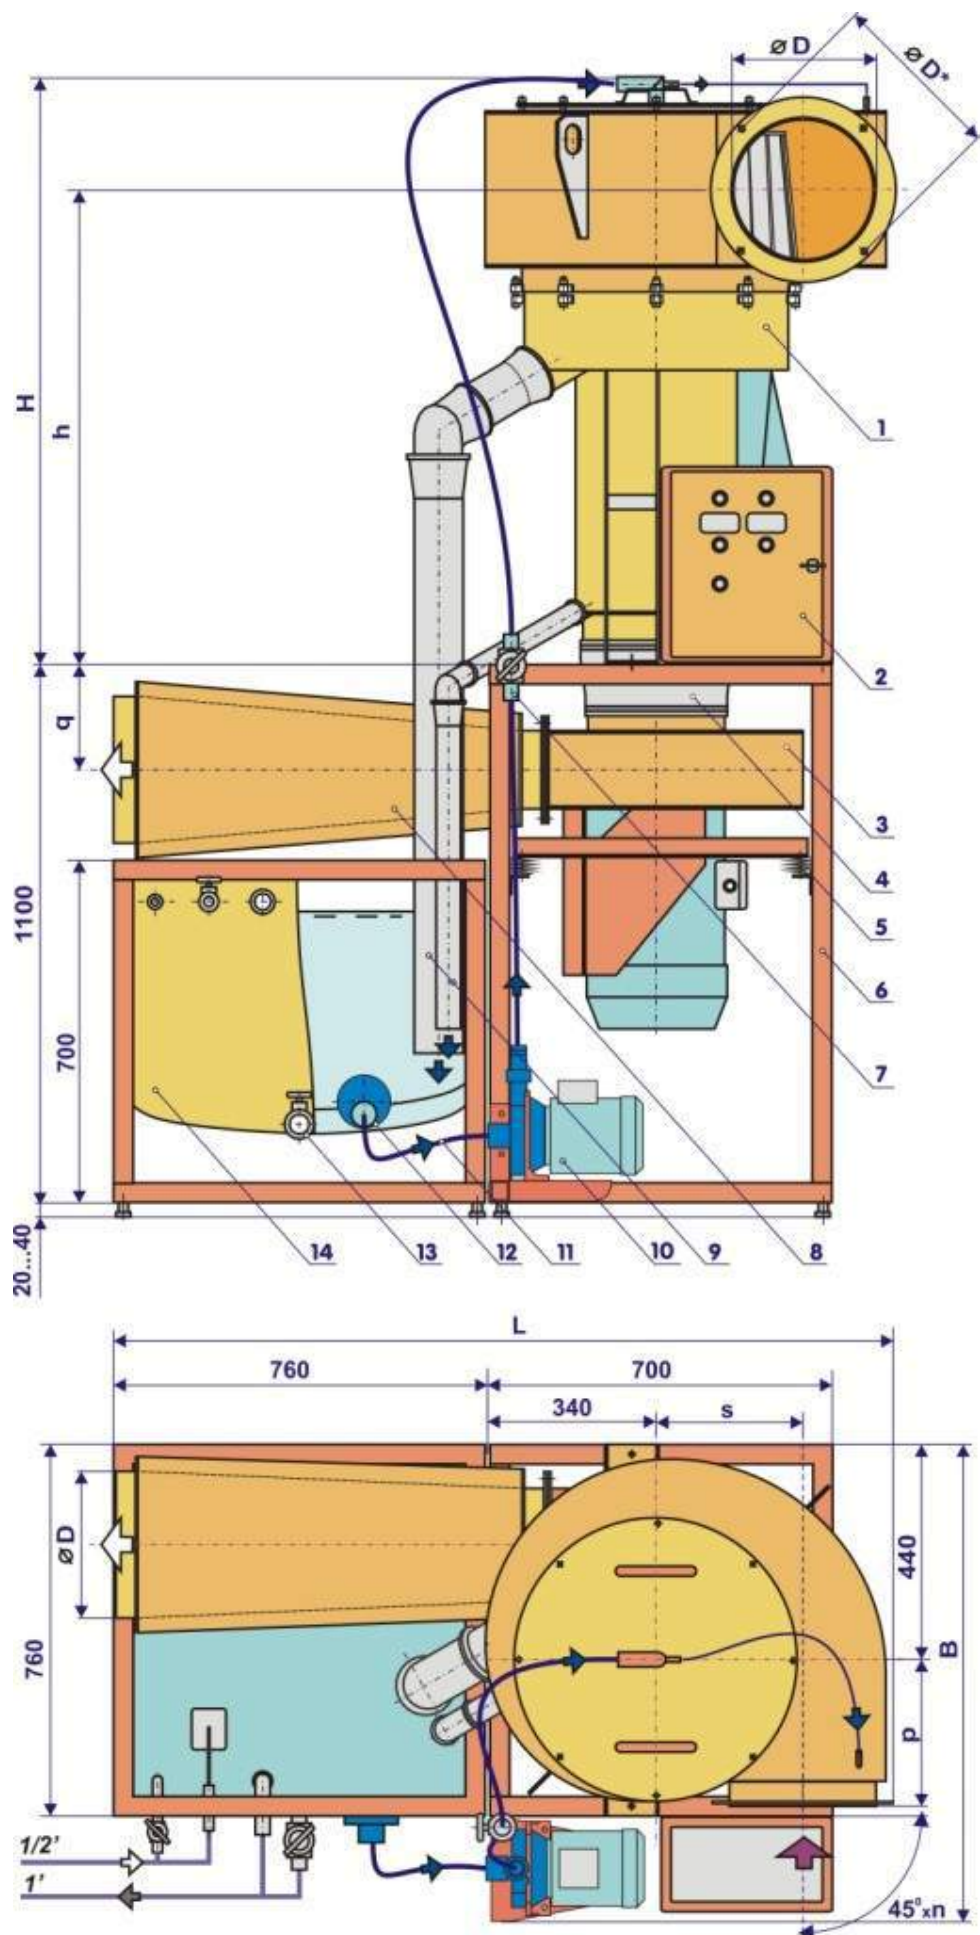
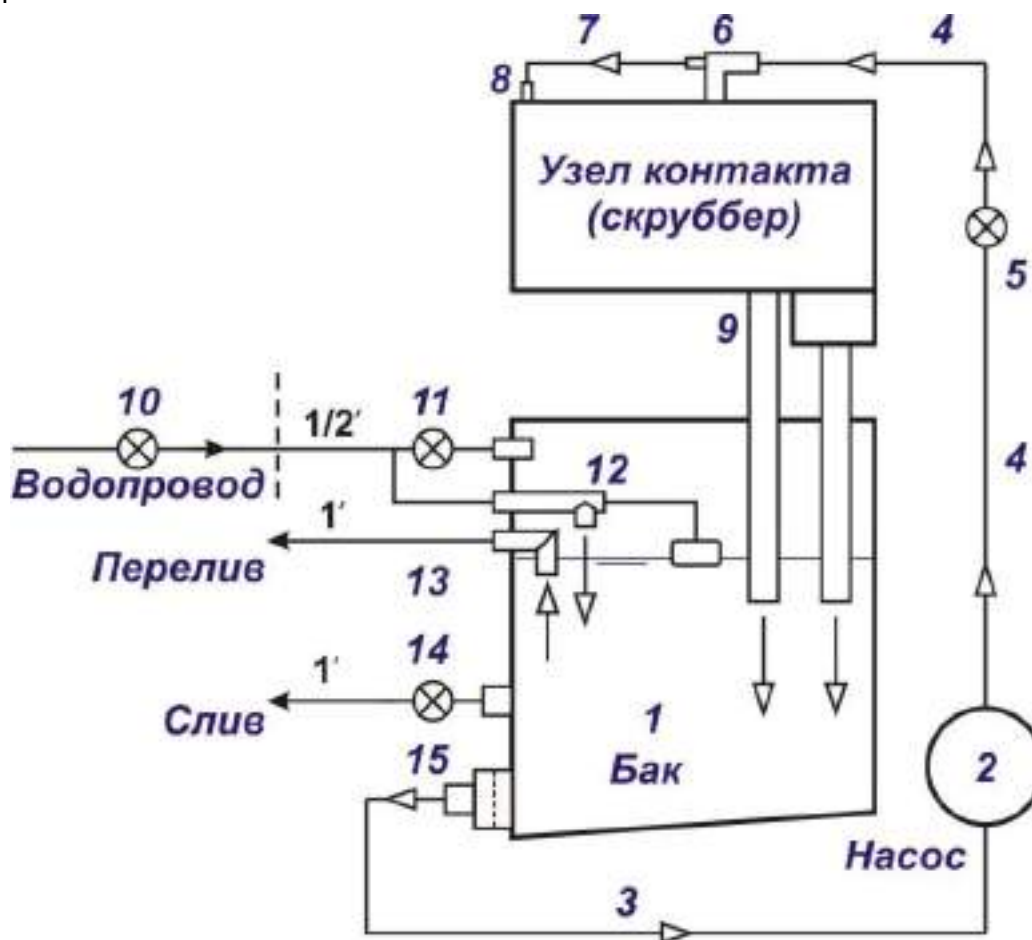
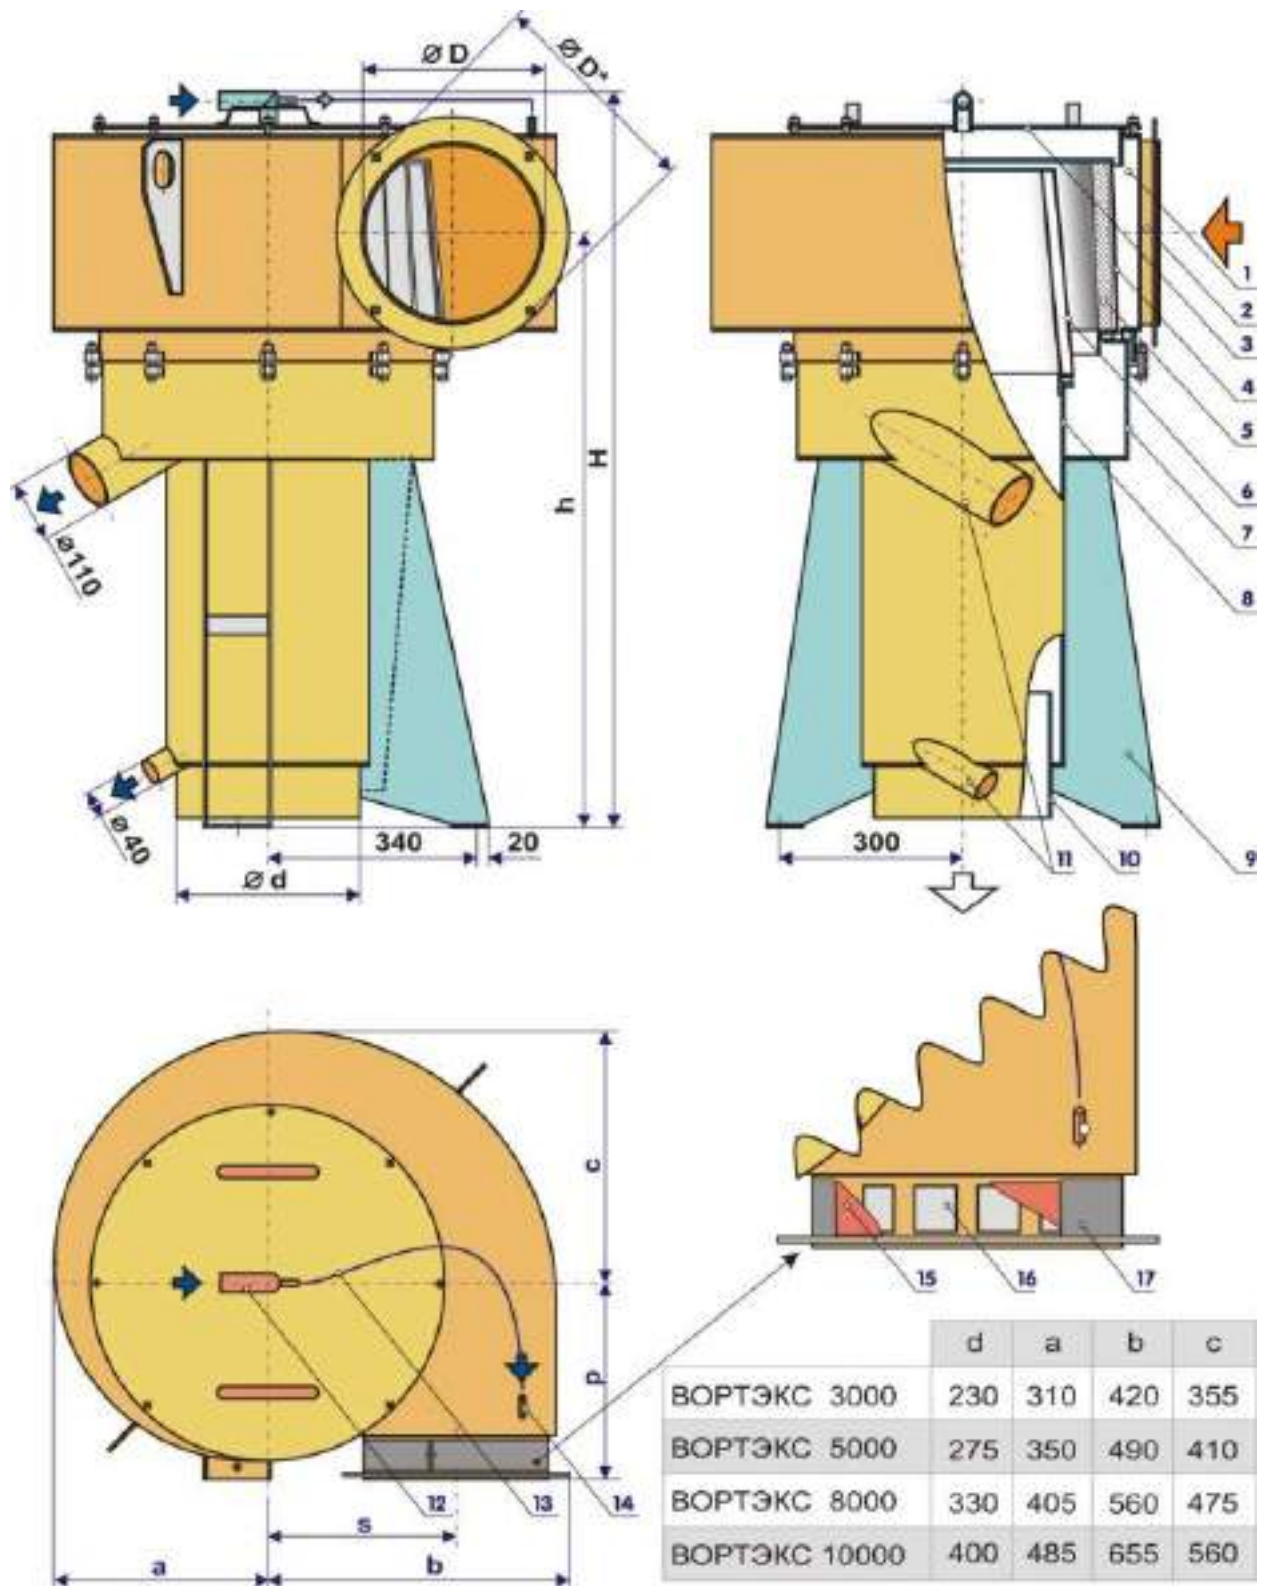
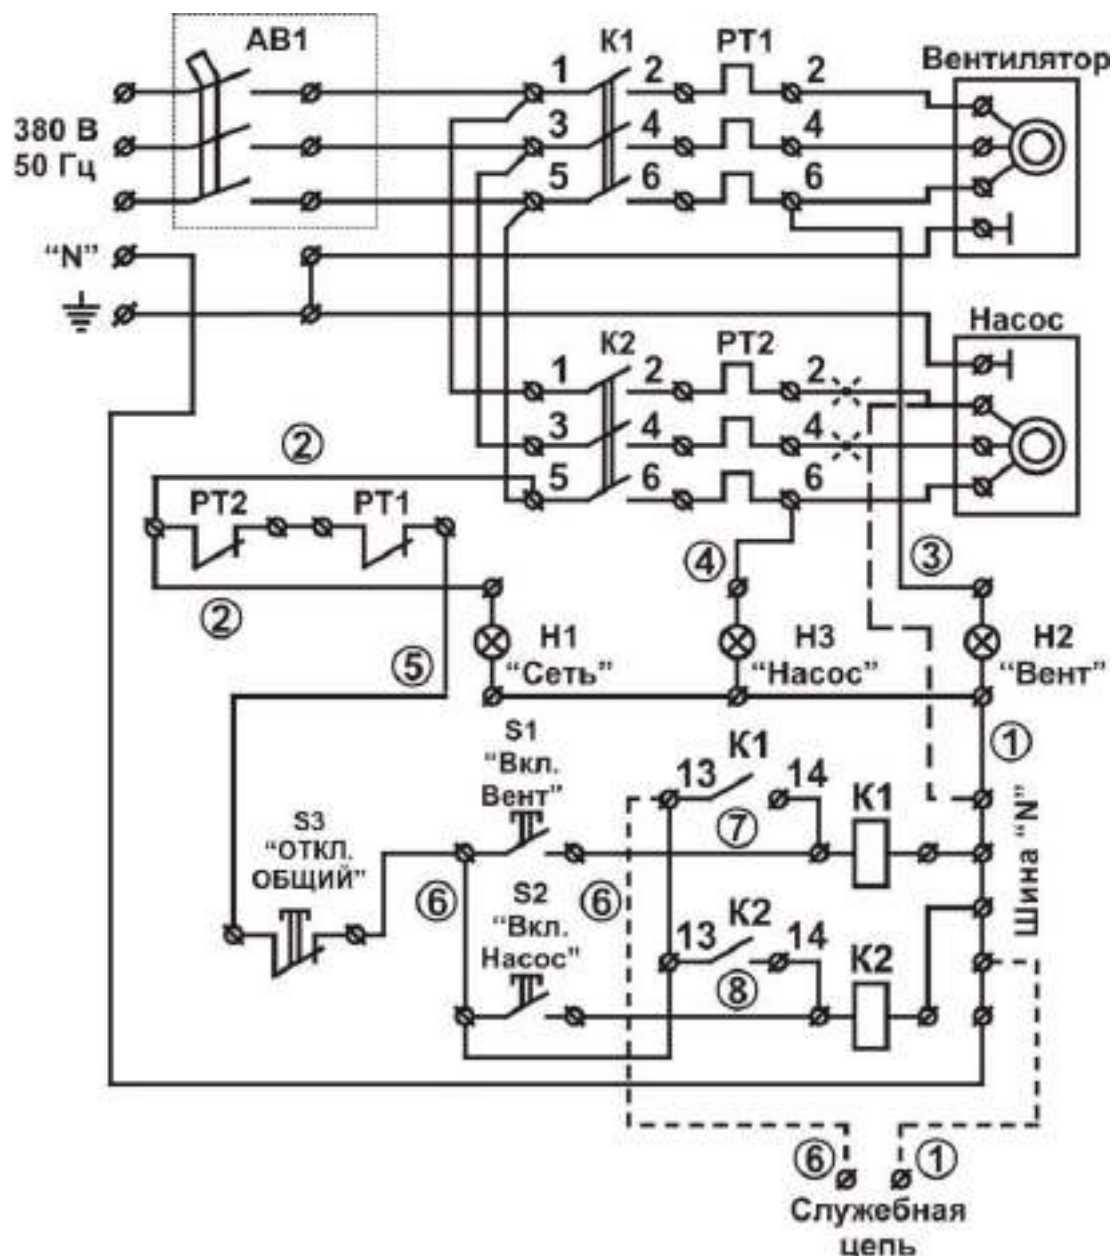

Рис. 1. Вихревой гидрофильтр "Вортэкс" в стандартном исполнении.
Рис. 2. Схема водооборота установки.
Рис. 4. Узел контакта (вихревой скруббер "Вортэкс")
Рис. 5. Электрическая схема
Вихревые гидрофилтры "Вортэкс" в стандартном исполнении (рис. 1) состоят из следующих сборочных единиц: опорная рама **6**, с установленными на ней узлом контакта газа и жидкости (вихревой скруббер "Вортэкс") **1**, шкафом управления **2**, вентилятором "Вортэкс-3...10" **3**, на амортизаторах **5**, консольным центробежным насосом **10**, гибкой вставкой **4**, ограничительный вентиль **7**, диффузор-шумоглушитель **8**, сливные трубы **9**, шланг **11**, бак оборотной воды **14** с установленными на нем штуцером водозабора с предохранительным фильтром **12**, сливным штуцером с шаровым краном **13** и необходимая водная арматура.
Основные геометрические размеры установок, не указанные в технических характеристиках и на рис. 1, 2, 3, приведены в таблице:
(рис. 2) включает: бак **1**, консольный центробежный насос **2** соединенный шлангом **3** $D_y=50$ мм с баком, шлангом **4** $D_y=32$ мм, с установленными на нем ограничительным вентилем **5** (поз. 7 на рис. 1, 3), соединенным с тройником **6**, предназначенным для подачи воды в узел контакта, шлангом **7** $D_y=10$ мм, соединенным со штуцером **8**, предназначенным для орошения входа улитки, сливные трубы **9**, устанавливаемый на водопроводе вентиль **10** (в комплект не входит), и установленные на баке заправочный штуцер с вентилем **11**, штуцер с поплавковым клапаном **12**, штуцер перелива **13**, сливной штуцер с шаровым краном **14** и штуцер водозабора, оснащенный предохранительным фильтром-сеткой **15**.
Узел контакта - вихревой скруббер (рис. 4) включает: улитку **1** с входным по воздуху патрубком **2** и крышкой **3**, установленную внутри улитки вихревую контактную камеру **4**, завихритель **6**, сепаратор **7**, каплеуловитель **8**, опоры **9**, выхлопной патрубок **10** и сливные патрубки **11**. На улитке установлен тройник ввода жидкости **12**, соединенный шлангом **13** со штуцером **14**. Окна **16** (выноски рис.4) жалюзийного типа, используются при необходимости для подсоса воздуха. По умолчанию они перекрыты хомутом **17** с ответными прорезями и уплотнительной манжетой **15**.
Благодаря создаваемому вентилятором разрежению загрязненный воздух поступает во входной патрубок **2** узла контакта (рис. 4), распределяется по периметру улитки **1** и проходит через лопаточный направляющий аппарат вихревой камеры **4**, формирующий равномерно распределенные по периметру тангенциальные струи на входе в камеру и течение вихревой структуры внутри нее.
Вода подается насосом **10** (рис. 1, 3) из бака **14** через предохранительный фильтр-сетку **12** и ограничительный вентиль **7** в тройник **12** (рис. 4), из основного штуцера которого поступает на орошение улитки **1** и вихревой камеры **4**. Небольшая часть воды отводится на орошение входного участка улитки с помощью шланга **13** и штуцера **14**. Вместе с воздухом вода поступает в вихревую камеру **4**, где дробится струями воздуха на капли, которые вовлекаются в вихревой поток и центробежными силами отбрасываются к лопаткам направляющего аппарата вихревой камеры. Здесь капли сливаются и вместе с воздухом поступают в центр потока, где вновь дробятся. В результате этого каскадного процесса формируется вращающийся газожидкостный слой **5**, удерживаемый в вихревой камере центробежными силами, эффективно фильтрующий воздух.
На выходе из вихревой камеры основная часть жидкости сбрасывается в карман сепаратора **7** (рис. 4). Небольшая часть жидкости проходит вместе с воздухом через завихритель **6**, подкручивающий поток. Под действием центробежных сил жидкость осаждается на трубе каплеуловителя **8** и собирается в его кармане. Из карманов сепаратора и каплеуловителя через патрубки **11** (рис. 4) и сливные трубы **9** (рис. 1, 3) вода сбрасывается в бак **14** на рециркуляцию.
Система управления установки включает шкаф управления **2** (рис. 1, 3), соединенный электрокабелями с сетью, электродвигателями вентилятора **3** и насоса **10**.
Схема электрическая принципиальная показана на рис. 5. Электропитание 380 В, 50 Гц, подается на пускатели двигателя вентилятора и насоса К1 и К2 соответственно (на моделях "Вортэкс-3000" и "Вортэкс-5000" питание на пускатели производится через защищающий трехфазный автомат АВ1 32А и 40А соответственно). Пунктиром обозначен вариант присоединения 1-фазного насоса и (только для "Вортэкс-10000") служебная цепь.
В стандартном исполнении (рис. 1):
3. Узел контакта - сепаратор **7** (рис. 4), каплеуловитель **8** на опорах **9**;
3. Узел контакта (рис. 4) - сепаратор **7**, каплеуловитель **8** на опорах **9**;
Для монтажа установки (рис. 1,3) необходимо:
6.6 Установить с помощью болтовых соединений на выхлопном патрубке вентилятора **3** диффузор-шумоглушитель **8** (рис. 1).
6.7 Соединить с помощью прилагаемых шлангов насос **10** (рис. 1, 3) с выходным штуцером фильтра-сетки **12** и ограничительным вентилем **7**, далее с тройником подачи воды **12** (рис. 4), в узел контакта **1**. Закрепить шланги с помощью прилагаемых хомутов. Надеть на сливные патрубки узла контакта **1** трубы **9** (рис. 1, 3).
6.8 Соединить установленный на водопроводе вентиль **10** (рис. 2) напорными шлангами с вентилем **11** и поплавковым клапаном **12**. Соединить шлангами штуцер **13** и кран **14** с канализацией (отстойником, системой утилизации отработанной жидкости). Открыв вентили **10** и **11**, наполнить бак водой. Убедиться в том, что закрытие клапана **12** (отсечение подачи воды) достигается при уровне воды в баке, немного более низком, чем уровень установки штуцера **13**, при необходимости отрегулировать рычаг клапана.
6.9 Убедиться в надежном соединении электрокабелей, выходящих через отверстия в боковой стенке установленного на раме **6** (рис. 1, 3) шкафа управления **2** с электродвигателями вентилятора **3** и насоса **10** в соответствии с принципиальной электрической схемой (рис. 5). Обязательно произвести заземление корпуса шкафа **2**, бака **13** и рамы **6**! Подсоединить шкаф управления к электросети. Проверить соответствие напряжения сети и надежность подсоединения подводящего кабеля к выводам шкафа управления. Подключить установку к сети (для "Вортэкс-3000...5000" - через установленный в шкафу управления автомат АВ1) – на лицевой панели шкафа должен загореться индикатор "Сеть".
8.1 Перед началом работы убедиться, что все шланги и трубы находятся на штатных местах, шланги надежно затянуты хомутами, а сливной вентиль 14 (рис. 2) закрыт. Открыть вентили 10, 11 и наполнить бак водой из водопровода. Закрыть вентиль 11. Убедиться в том, что уровень воды в баке регулируется поплавковым клапаном 12. В противном случае отремонтировать или заменить поплавковый клапан.
Внимание! Эксплуатация установки с выключенным насосом, включение насоса при отсутствии воды в баке не допускается! Положение ограничительного вентиля 7 (рис. 1,3, поз. 5 рис. 2) устанавливается изготовителем при настройке установки. Изменение его положения может вызвать вынос капельной влаги на выходе гидрофилтра или снижение эффективности воздухоочистки.
9.2.2 Отсоединив трубы **9** (рис. 1, 3) от сливных патрубков узла контакта, проверить состояние патрубков и труб и при необходимости прочистить.
9.2.3 Произвести разборку узла контакта (рис. 4), осмотреть его улитку **1**, сепаратор **7**, каплеуловитель **8**, вихревую камеру **4**, и завихритель **6**. При необходимости промыть их или прочистить. Осмотреть состояние уплотнений из микропористой резины. При заметном износе или повреждениях - заменить их.